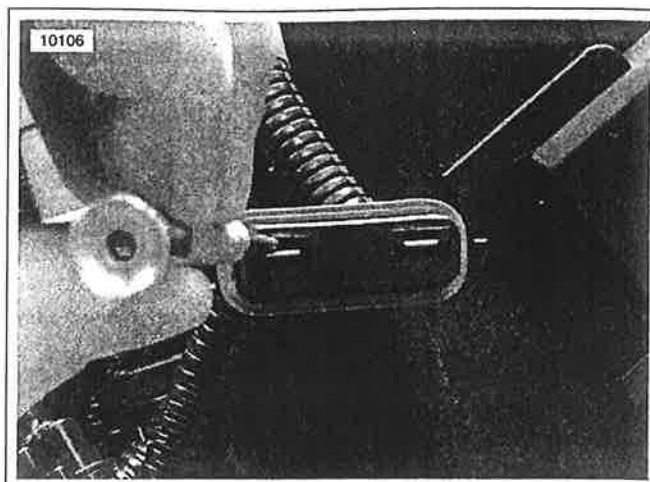

Figura 7-67. Liberación del terminal de cables del cuerpo del portafusibles
5. Vea la Figura 7-67. Inserte la hoja del destornillador en la ranura en el cuerpo del portafusibles arriba del terminal de cables.